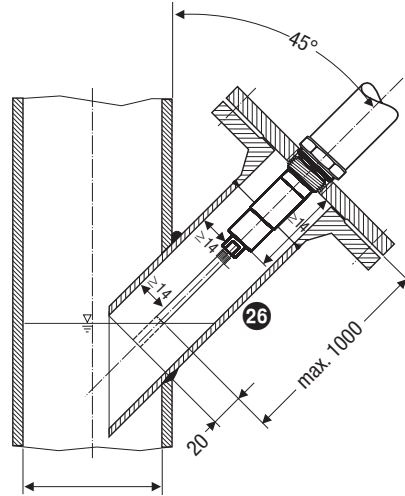

Fig. 17 Schrägeinbau z.B. in steigende Vorlaufleitungen von Heißwasseranlagen oder Behältern. Stutzen / Anschlussflansch DN 50
- Der Neigungswinkel der Elektrode darf maximal 45° betragen, die Länge des Elektrodenstabs ist dabei auf 1000 mm begrenzt. **Fig. 17**